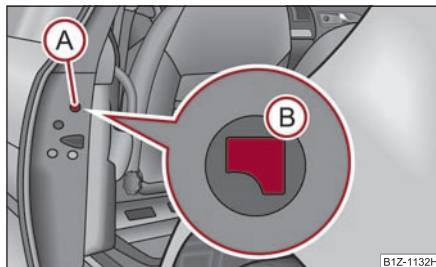

Fig. 43 Ușa din spate:
- Îndepărtați capacul ① ⇒ fig. 43.
- Introduceți cheia în orificiul de sub capac și apăsați maneta ② în interior până la limită.